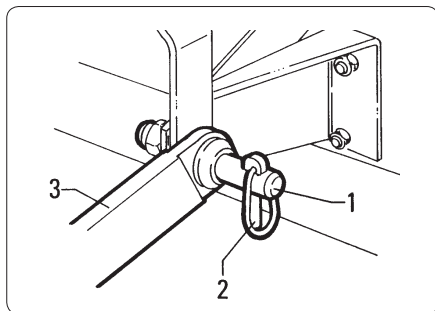

fig. 4.1.1
- *Den Schlepper im Rückwärtsgang an den Schlegelhäckslern annähern. Dabei die unteren Lenker des Schleppers auf die beiden seitlichen Kupplungspunkte "1" Abb. 4.1.1. ausrichten.*
- Fissarli inserendo le relative copiglie di sicurezza "2" fig. 4.1.1.